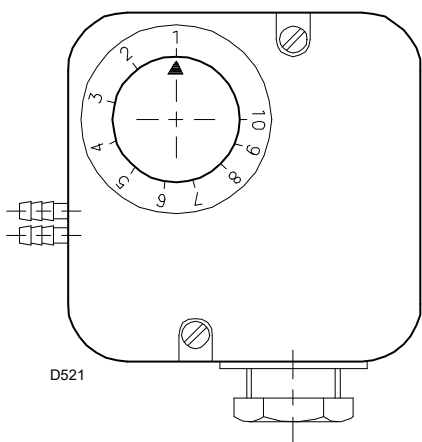

Fig. 24
- Regular el presostato aire al inicio escala (Fig. 24 en pág. 26).
Efectuar la regulación del presostato aire, después de haber efectuado todas las demás regulaciones del quemador, con el presostato aire ajustado al inicio de la escala (Fig. 24).